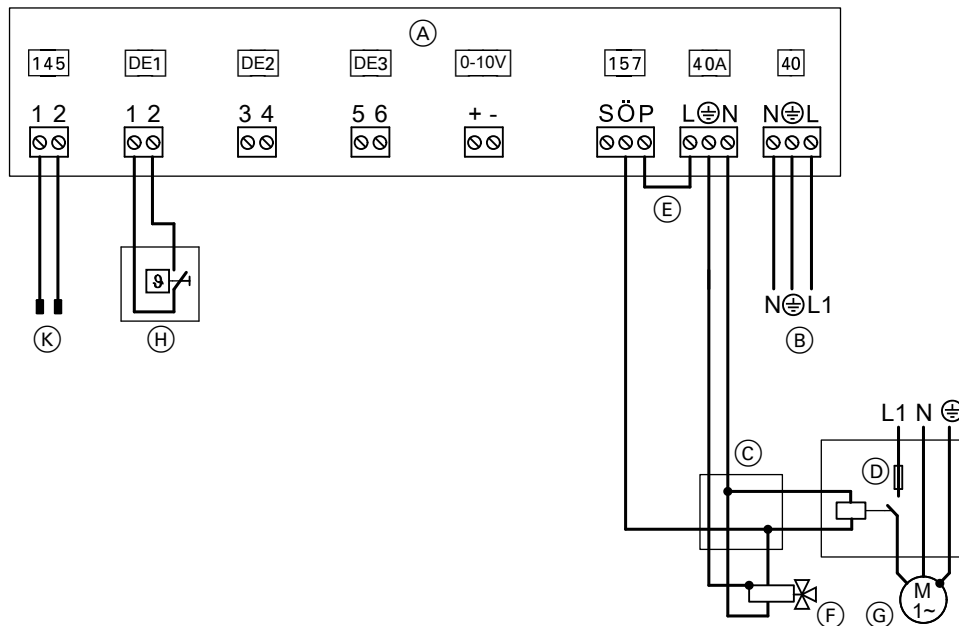

Abb. 24
- Anschlüsse an Erweiterung EA1 **nur** gemäß Abb. 24 ausführen.